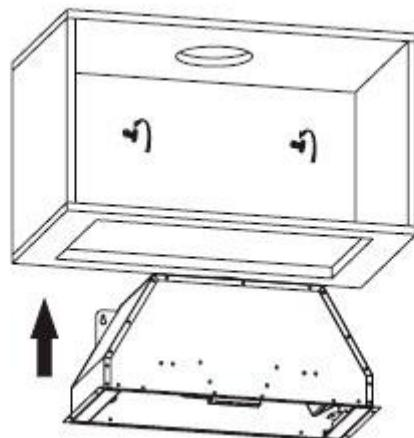

Рис. 6
- Поместите вытяжку в шкаф и повесьте на шурупы в стене. Смотрите рис. 6.